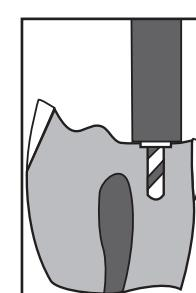
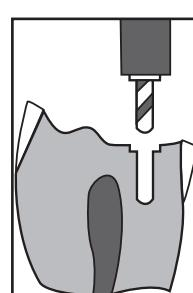

Figure 5
Figure 6
- Termine la preparación del canal taladrando hasta el final (el mango coloreado de la fresa actúa como freno) (**Fig. 5**). La Fresa Limitadora de la Profundidad MAX crea automáticamente el agujero para el freno del pin MAX (**Fig. 6**).
- Completare la preparazione del canale raggiungendo il fondo (la parte non filettata colorata del fresa agisce da dispositivo di bloccaggio) (**Fig. 5**). La fresa limitatrice MAX automaticamente creerà l'accecatoio corretto per il dispositivo di bloccaggio MAX con gambo filettato solo in parte (**Fig. 6**).